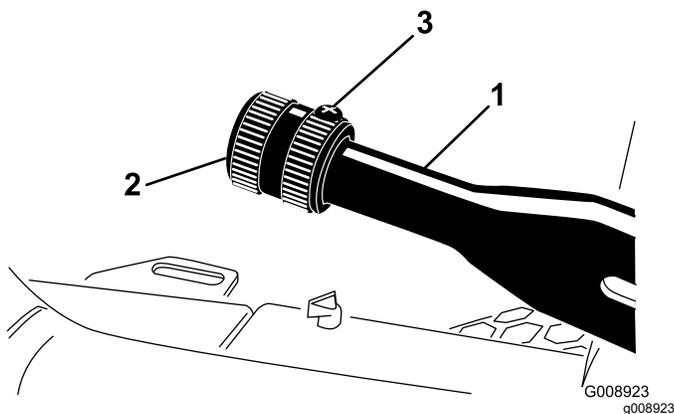

Figura 82
2. Afloje el tornillo de fijación que sujeta el pomo a la palanca del freno de estacionamiento (Figura 82).